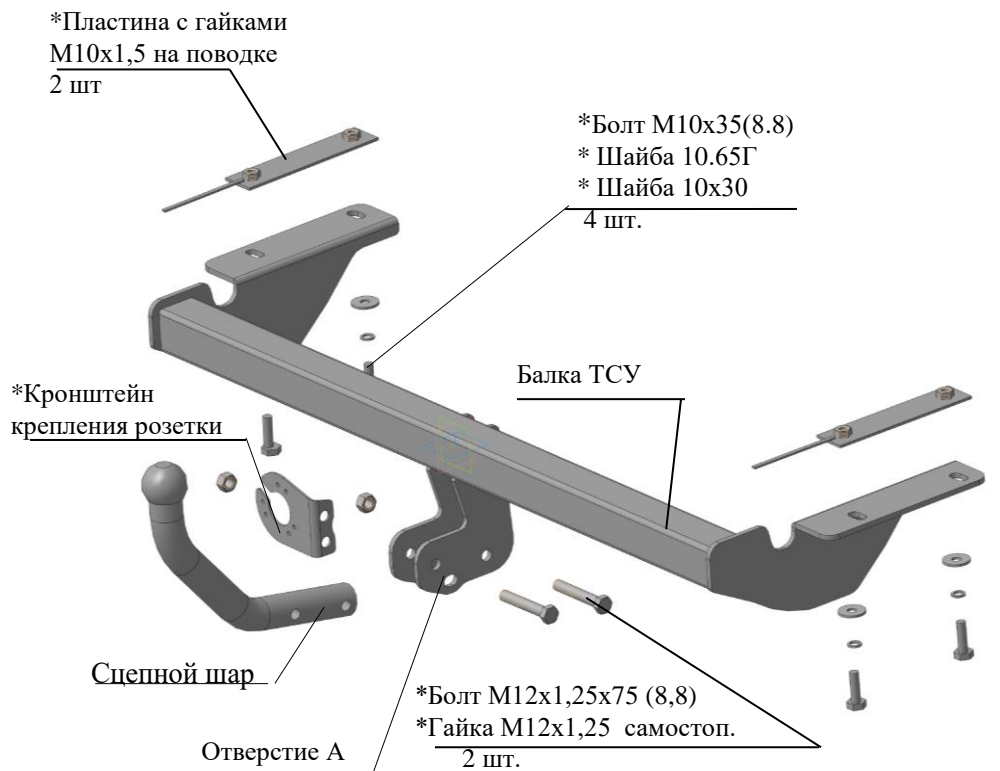

Рис.1 Тягово-сцепное устройство ТСУ 2180.01.
| 2.1 ТСУ 2180.01 в сборе (рис.1) | 1 шт. |
| 2.2 Пакет с комплектующими (см. рис.1) Защитный колпак | 1 шт. 1 шт. |
4.3 Закрепить левый и правый боковые кронштейны ТСУ (соответственно рис.1) к нижним полкам лонжеронов а/м болтами М10х35, вставив внутрь лонжеронов пластины с гайками на поводке, и подложив под головки болтов шайбы 10.65.Г и шайбы 10х30. Крепеж не затягивать.